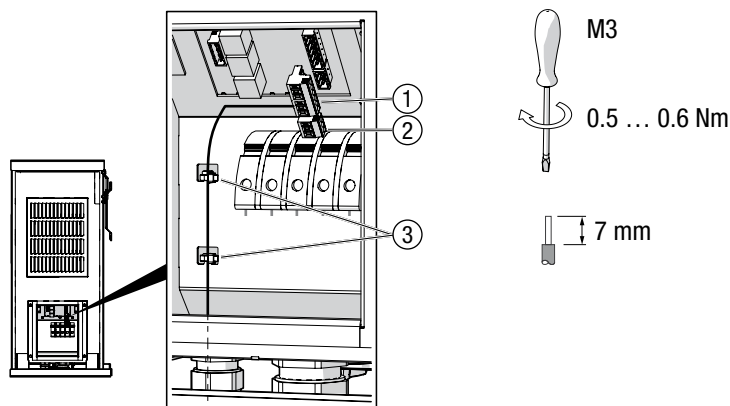

Bild 21 Statusmeldekontakte anschliessen
3. Schließen Sie die Steuerleitungen am 6-poligen Stecker (Bild 21/Pos. 1) wie folgt an:
5. Stecken Sie den 3-poligen Stecker (Bild 21/Pos.2) ein, um offene Kontakte abzudecken.
6. Befestigen Sie die Kabel mit Kabelbindern an den Gehäuselaschen (Bild 21/Pos. 3).